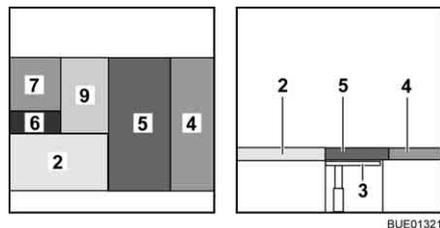

Bild 141 Nach dem Umbau
- Das Zusatzpolster (Bild 141,9) aufklappen und auf den Tisch legen.
- Das Sitzpolster (Bild 141,5) in die Mitte legen.
- Das Rückenpolster (Bild 141,4) zwischen das Sitzpolster und die Wand legen.